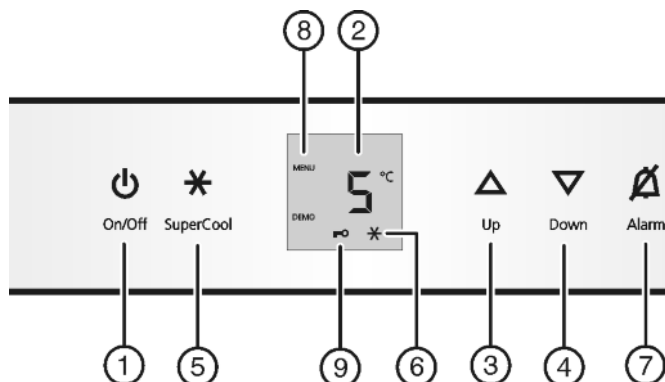

Fig. 2
- ▶ Taste On/Off Fig. 2 (1) drücken.
- ▶ Einstellmodus aktivieren: Taste SuperCool Fig. 2 (5) ca. 5 s drücken.
- ▷ Das Symbol Menu Fig. 2 (8) leuchtet.
- ▶ Die Taste SuperCool Fig. 2 (5) kurz drücken, um zu bestätigen.
- ▶ Zum Einschalten der Kindersicherung Taste SuperCool Fig. 2 (5) kurz drücken.
- ▷ Das Symbol Kindersicherung Fig. 2 (9) leuchtet. In der Anzeige blinkt **c**.
- ▶ Zum ausschalten der Kindersicherung Taste SuperCool Fig. 2 (5) kurz drücken.
- ▷ Das Symbol Kindersicherung Fig. 2 (9) erlischt. In der Anzeige blinkt **c**.
- ▶ Einstellmodus deaktivieren: Taste On/Off Fig. 2 (1) drücken.
- ▶ Taste Alarm Fig. 2 (7) drücken.
- ▶ Temperatur wärmer einstellen: Einstelltaste Up Fig. 2 (3) drücken.
- ▶ Temperatur kälter einstellen: Einstelltaste Down Fig. 2 (4) drücken.
- ▶ Taste SuperCool Fig. 2 (5) kurz drücken.
- ▷ Das Symbol SuperCool Fig. 2 (6) leuchtet in der Anzeige.
- ▷ Das Symbol SuperCool Fig. 2 (6) erlischt in der Anzeige.